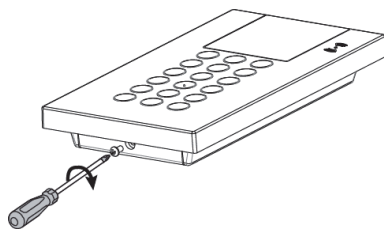

Figura 5
6. Inserire la vite di blocco della tastiera (vedi Figura 5).